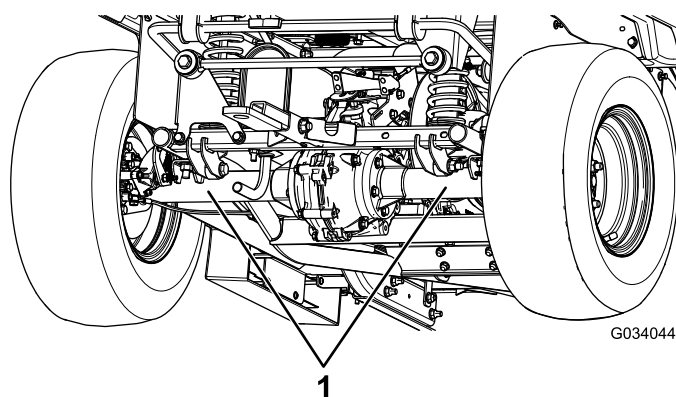

Figura 24
- Punctul de ridicare din partea din spate a mainii este situat sub tubul axului (Figura 24).